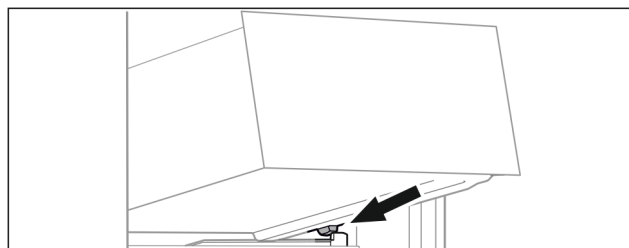

Fig. 135
- Schubfach schräg hinter den Stopper auf Behälterrippe aufsetzen. (siehe Fig. 135)